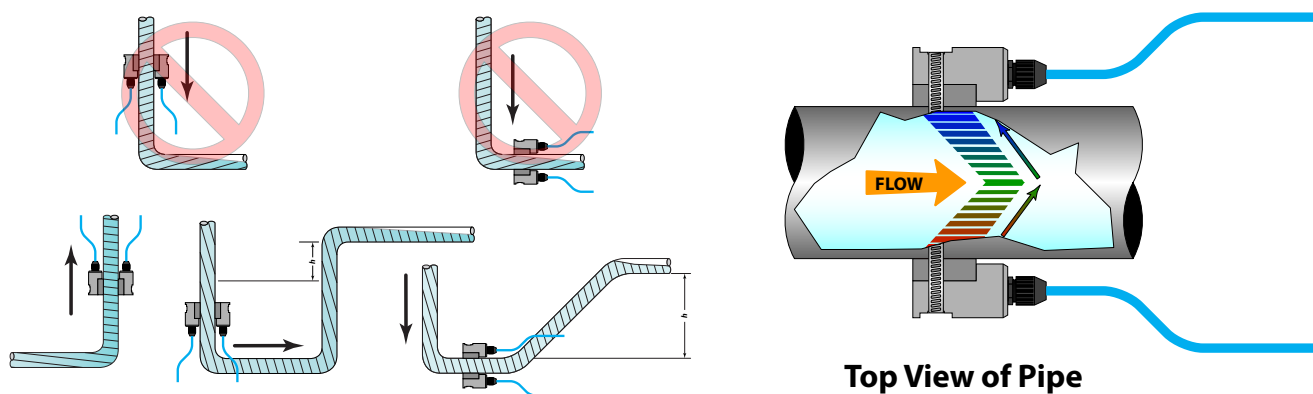

ABBILDUNG 1.1 – POSITION DER SENSOREN
- 1) Die geeignete Montageposition für die Sensor ist zu bestimmen, wobei auf **Abbildung 1.1** verwiesen wird. Das Rohr muss mit Flüssigkeit gefüllt sein, um die richtige Funktionsweise zu versichern.